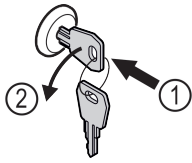

Fig. 183
- Schlüssel hineindrücken. *Fig. 183 (1)*
- Schlüssel um 90° gegen den Uhrzeigersinn drehen. *Fig. 183 (2)*